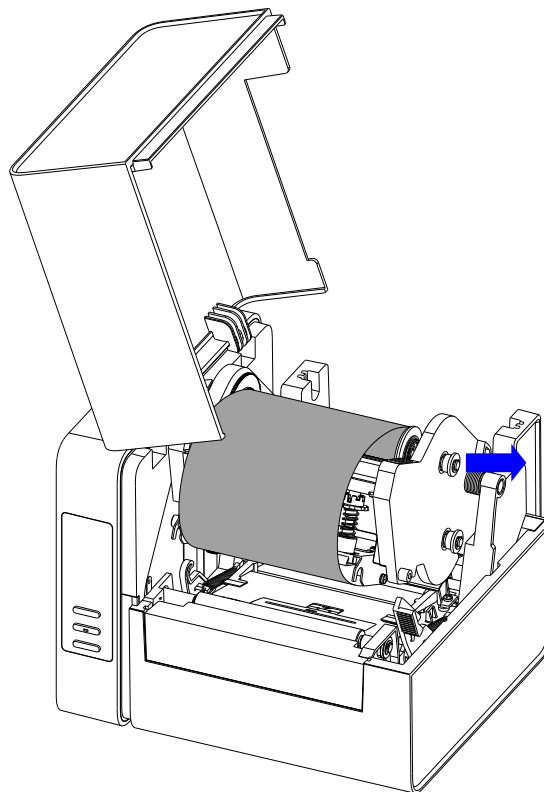

图 2-11 将空卷芯卡入碳带回收端
6. 放下打印模组，向外拉起碳带回收端的碳带释放钮，将卷好碳带的空卷芯绕过打印模组，卡入碳带回收端，确保碳带回收端左压盘上的两个长条形凸起卡入碳带适配管左侧的两个卡口中。如图 2-11 所示。